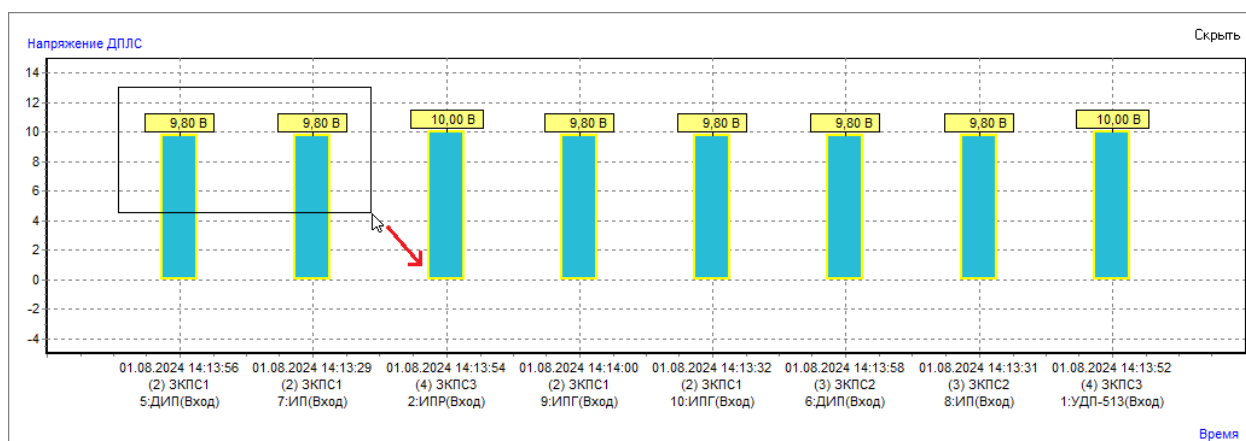

Рисунок 11-54 Увеличение масштаба области диаграммы
- чтобы увеличить масштаб области на диаграмме, выделите в области построения диаграммы ту область, которую необходимо увеличить, по направлению слева-сверху вправо-вниз (см. Рисунок 11-54);